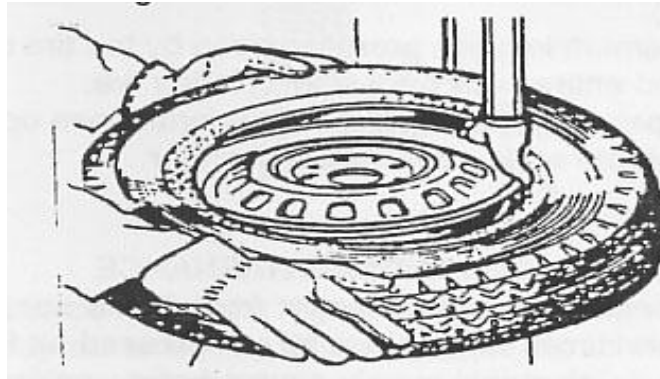

FIG. 7
- 5) Mueva la llanta para que la ceja pase por debajo de la sección frontal de la cabeza de montaje y quede contra el borde de la sección trasera de la cabeza de montaje. (fig. 7).